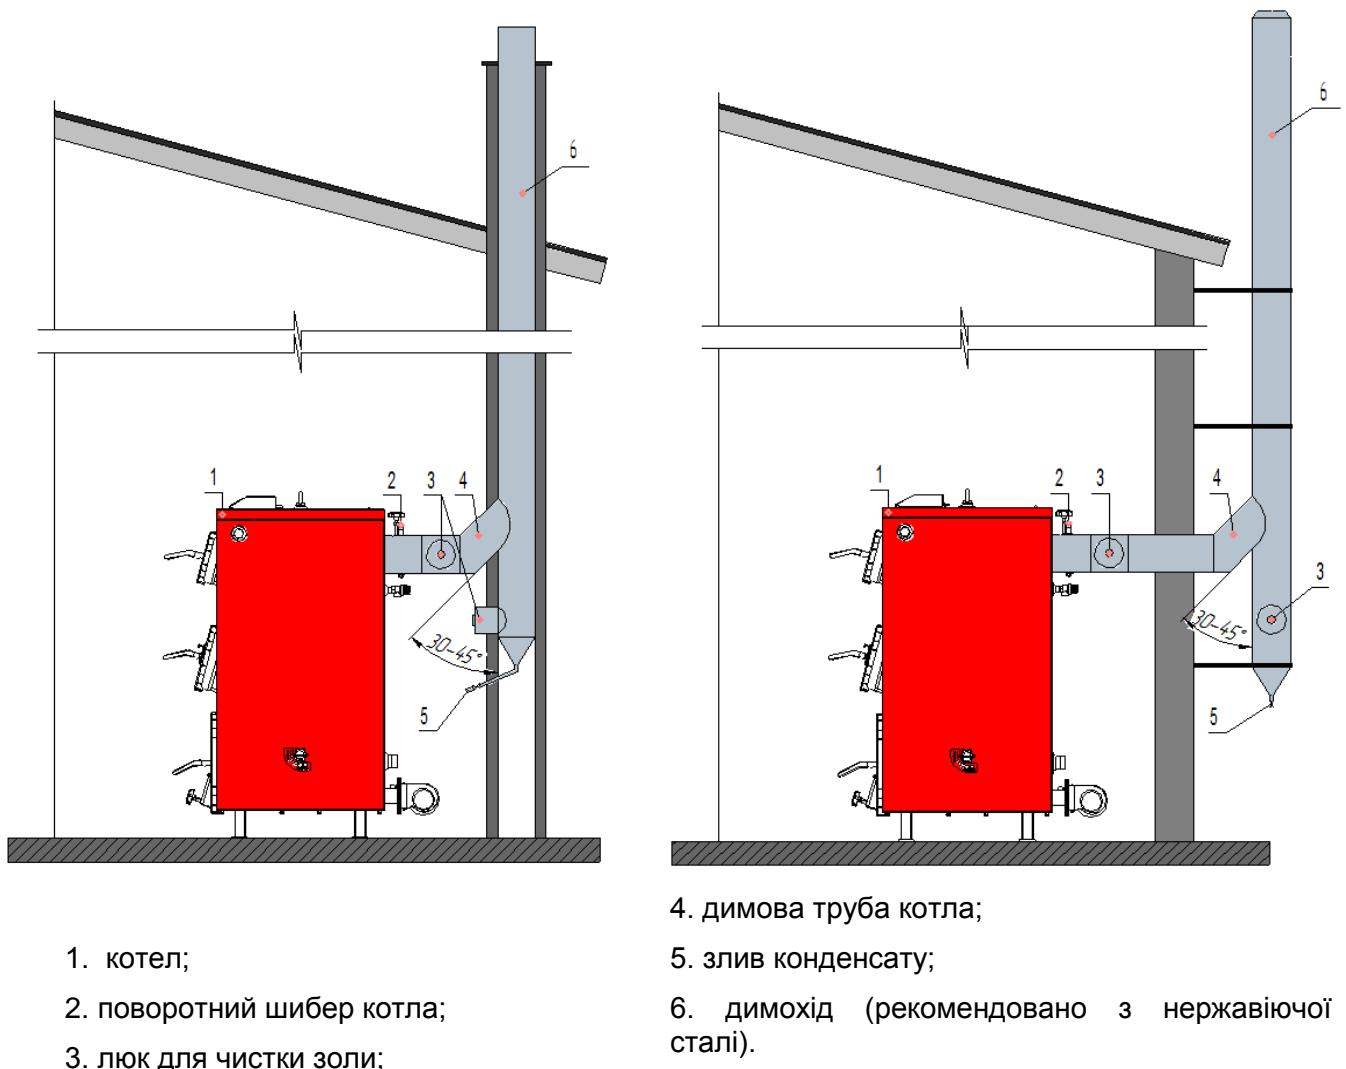

Рис.9 Рекомендована схема по під'єднанню котла до димоходу
6.3.5.6 Забороняється монтувати димохід (димову трубу) безпосередньо на димоході котла. Рекомендована монтажна схема підключення котла до димоходу показана на (Рис.9).